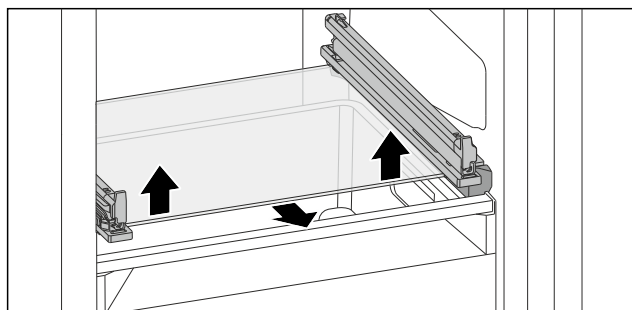

Fig. 131 Glasplatte des abklappbaren Schubfachs
- Glasplatte von unten beidseitig nach oben drücken. (siehe Fig. 131)